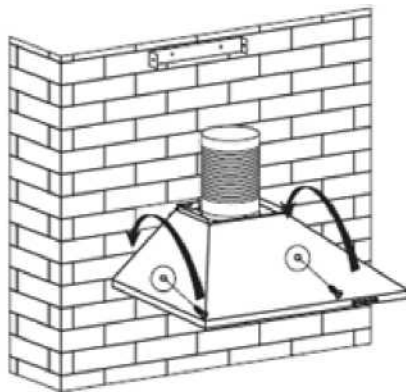

Abb. 5
7. Hängen Sie das Gerät an der Halterung auf, und befestigen Sie es mit den 2 Sicherheitsschrauben (4 mm x 30 mm). Die beiden Sicherheitsventile mit 6- mm- Durchmesser sind an der Gehäuserückseite angebracht. Siehe Abb. 5